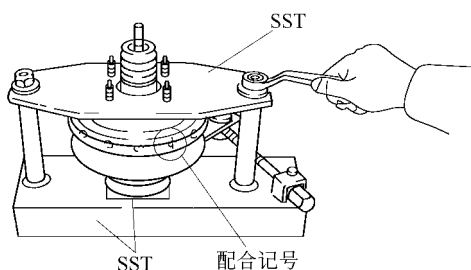

图 15-33 顺时针方向转动前壳体直至前后壳体分开
1) 在前壳体和后壳体上作上配合记号，将加力器放在制动加力器大修和底板的工具中，顺时针方向转动前壳体直至前后壳体分开，如图 15-33 所示。